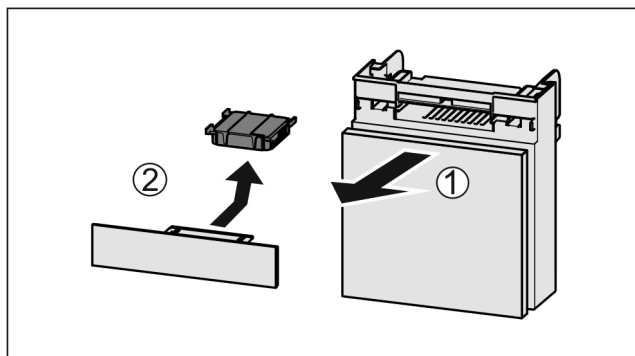

Fig. 165
- Fach nach vorne herausziehen Fig. 165 (1).
- Aktivkohlefilter entnehmen Fig. 165 (2).